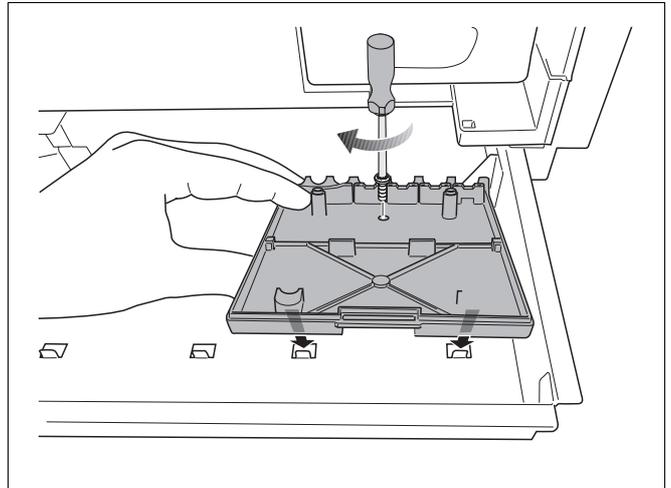

Fig. 46 Montaggio del supporto a muro
- Installare il supporto a muro (accessorio del modulo funzione) nell'alloggiamento desiderato del cassetto (fig. 46).